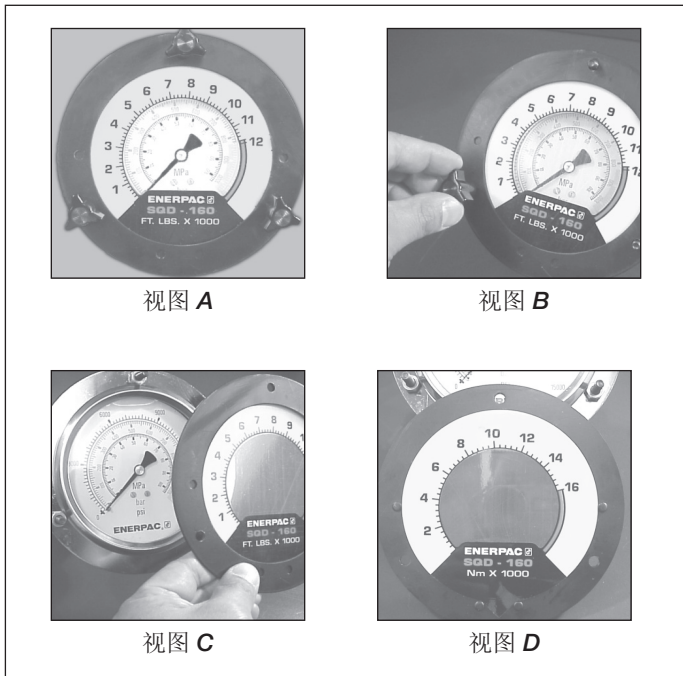

图 8 — 扭矩盖安装
泵上预装有压力计。为了方便操作，我们为每个泵提供了几个扭矩盖。将扭矩盖装到压力计刻度盘面上，就能轻松将压力读数换算为扭矩读数（见图 8 - 视图 A）。扭矩盖一侧为英制单位 (Ft-Lbs)，另一侧为公制单位 (Nm)。要更改度量，滑动扭矩盖即可。
1. 卸下固定压力计前法兰的三个黑色翼形螺母（见图 8 — 视图 B）。
2. 卸下前法兰和扭矩盖（见图 8 — 视图 C）。
3. 将新扭矩盖（记住对照 Enerpac 扭矩扳手检查所用扭矩盖是否正确）插到法兰上，将扭矩盖对准法兰背面的凹陷（见图 8 — 视图 D）。
4. 将扭矩盖贴到法兰背面（见图 8 — 视图 C），然后将法兰插到调节螺母上，根据需要将扭矩盖重新定位，然后将螺母的翼拧紧（见图 8 — 视图 B）。法兰会将扭矩盖压到压力计上，将它固定到位。请参见扭矩扳手说明，了解产生预期扭矩需要的压力值。注：不同的扳手和附件所需最大压力不同。